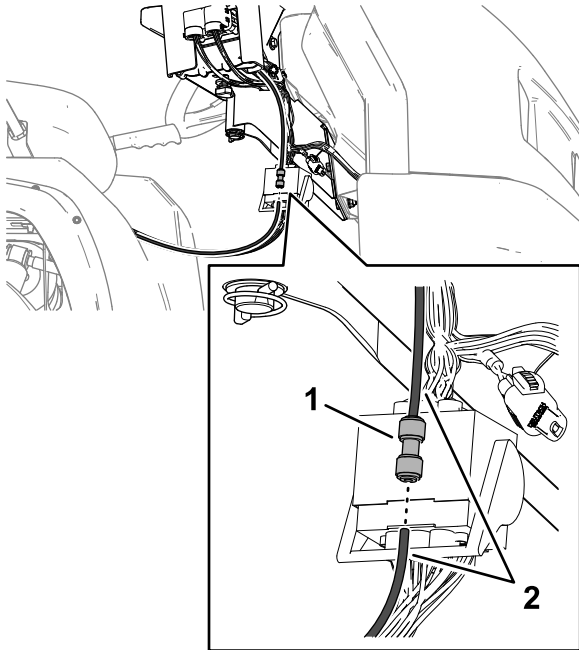

図 132
5. **図 132** のように、押し嵌めフィッティングから水圧検知チューブを外す。